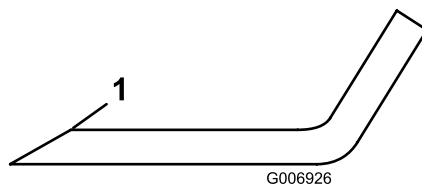

Figura 85
3. Inspeccione los filos de corte de todas las cuchillas. Afílelos si están romos o tienen mellas. Afile únicamente la parte superior del filo y mantenga el ángulo de corte original para asegurar un filo correcto (Figura 85). La cuchilla permanecerá equilibrada si se retira la misma cantidad de metal de ambos bordes de corte.